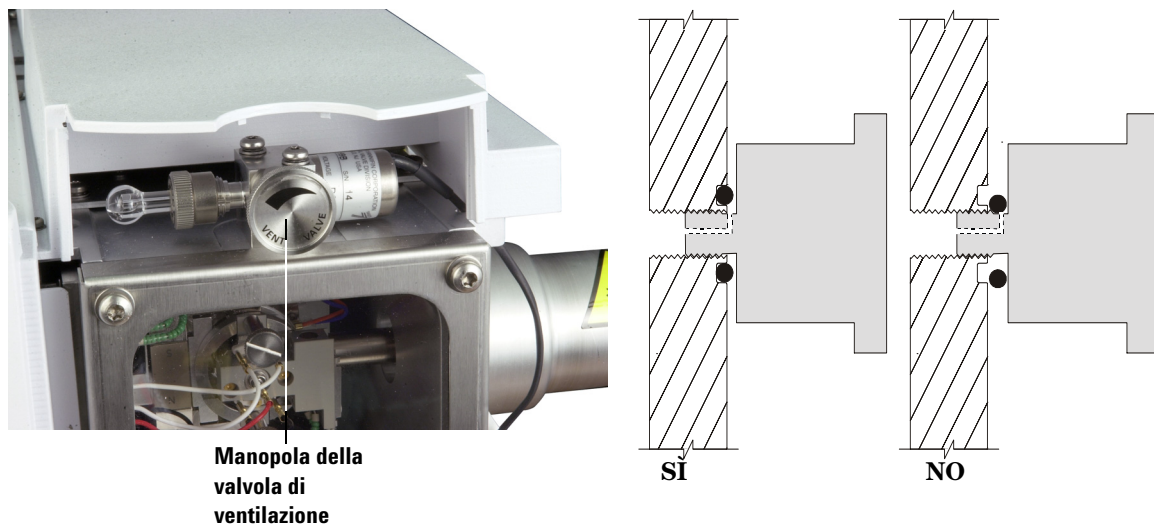

Figura 20 Ventilazione dell'MSD
- 6 Ruotare la manopola della valvola di ventilazione (Figura 20) in senso antiorario *solo* per $\frac{3}{4}$ di giro o finché non si sente il sibilo dell'aria che fluisce nella camera dell'analizzatore.